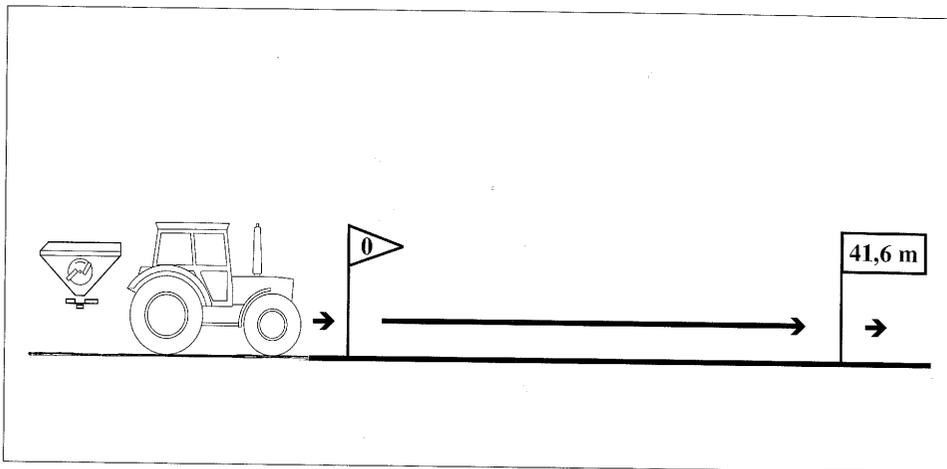

Fig. 7.7
- **La distancia indicada debe recorrerse exactamente del comienzo al final en condiciones de trabajo normales, es decir con la velocidad de trabajo prevista y la tdf girando a 540 r/min (Fig. 7.7)** (tenga en cuenta los datos de la Tabla de distribución). En el ensayo se debe **abrir la trampilla en el punto de partida y cerrar en el punto final**.